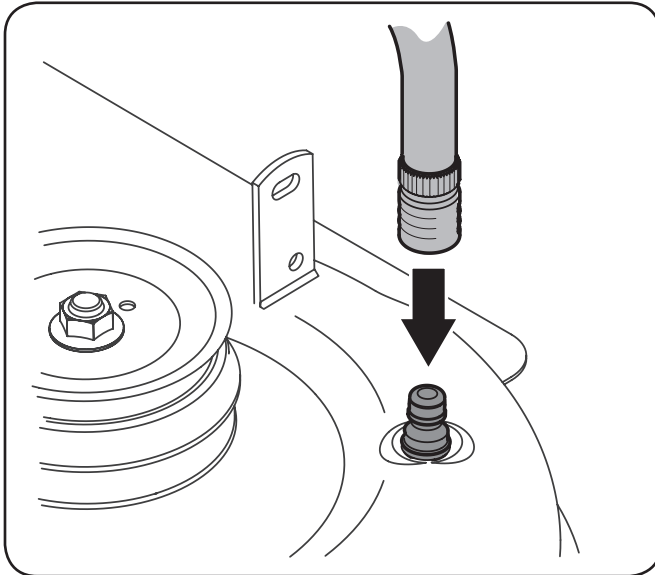

Figure 6-3
3. Fixez le boyau d'arrosage avec l'embout du gicleur situé sur le plateau de coupe. Voir Figure 6-3.